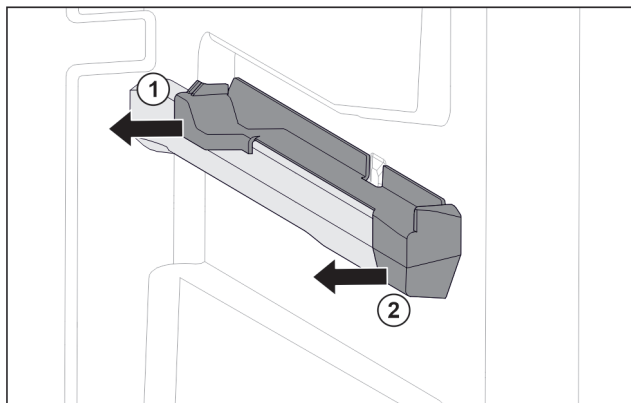

Fig. 146 Tillsats på den högra behållarens galler
- ▶ Dra bort tillsats i bak i sidled. Fig. 146 (1)
- ▶ Dra bort tillsats i fram i sidled. Fig. 146 (2)